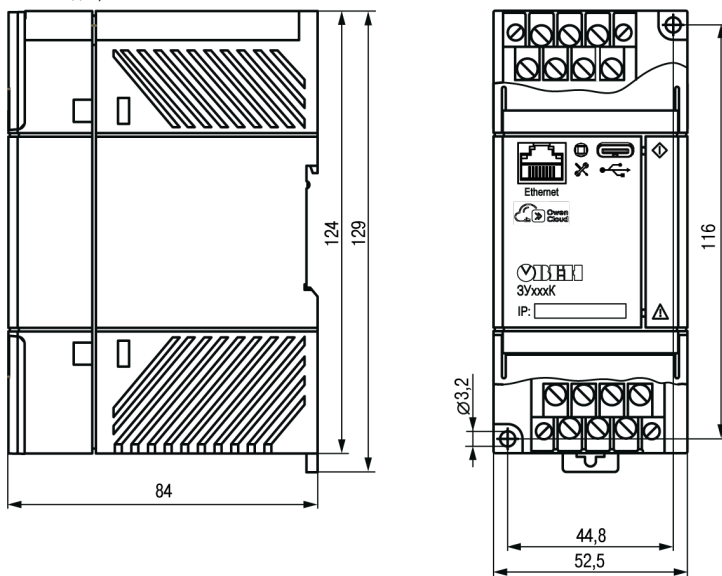

Рисунок 2 – Внешний вид, габаритные и установочные размеры прибора
1. Убедиться в наличии свободного пространства для подключения прибора и прокладки проводов (см. рисунок 2 и рисунок 3). Подготовить место на DIN-рейке.
1. Убедиться в наличии свободного пространства для подключения прибора и прокладки проводов (см. рисунок 2 и рисунок 3).